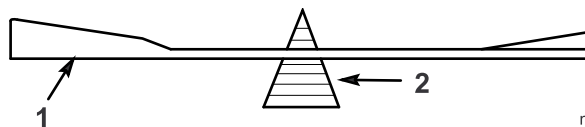

Figura 41
2. Controllate l'equilibrio di ciascuna lama collocandola su un bilanciatore (Figura 41).